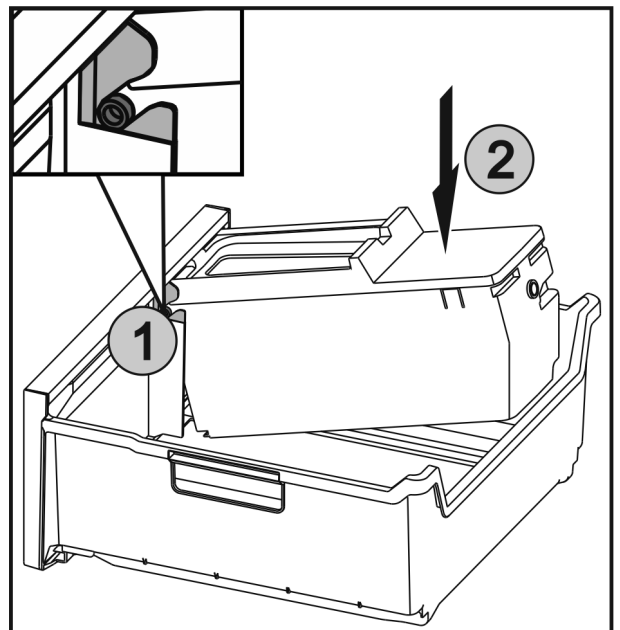

Fig. 43
- ▶ Osie Fig. 43 (1) na EasyTwist-Ice wsunąć w prowadnicę, a tylną stronę wcisnąć, Fig. 43 (2) aż nakładka się zażębi.